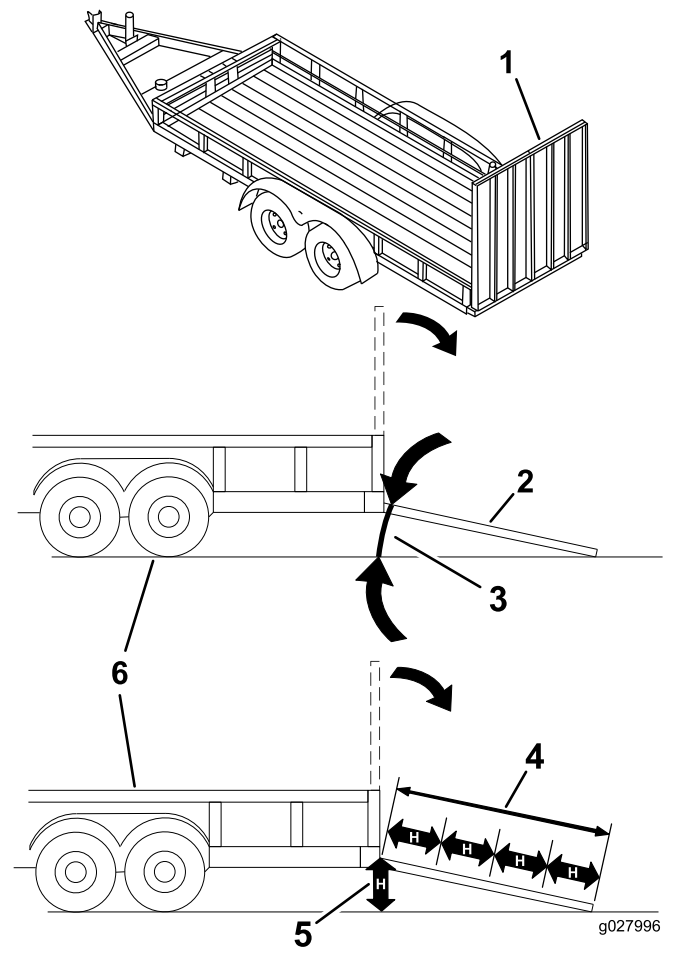

Figure 43
Le chargement de la machine sur une remorque ou un camion augmente le risque de basculement, et donc de blessures graves ou mortelles (**Figure 43**).
3. Abaissez la rampe pour que l'angle avec le sol ne dépasse pas 15 degrés (Figure 43).
1. Abaissez la rampe pour que l'angle avec le sol ne dépasse pas 15 degrés (Figure 43).